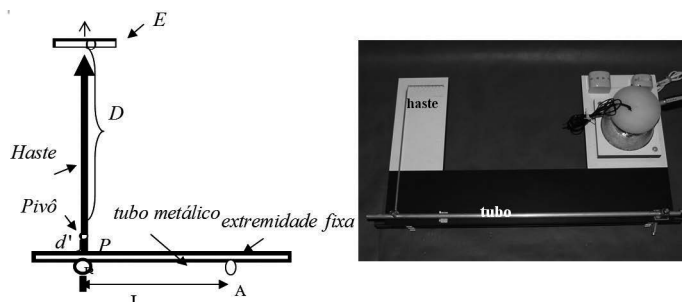

Figura 5.2: Vista de topo do tubo e da haste (fora de escala).
1. Abra a garra e coloque sobre ela o tubo escolhido. Inicie o experimento com o tubo de alumínio. Encoste o pino fixo ao tubo na haste (ponto B). Prenda o tubo com a garra, garantindo que a haste fique perpendicular à barra e com a sua ponta no ponto 0 da escala (**Figura 5.2**).